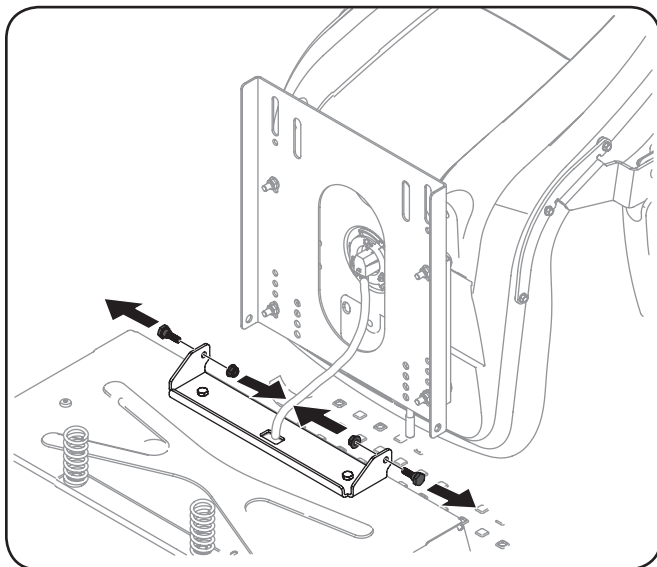

Figure 3-3
2. Retirez les deux boulons à épaulement et les deux écrous autobloquants du support de montage sur le plateau de coupe. Voir Figure 3-3.